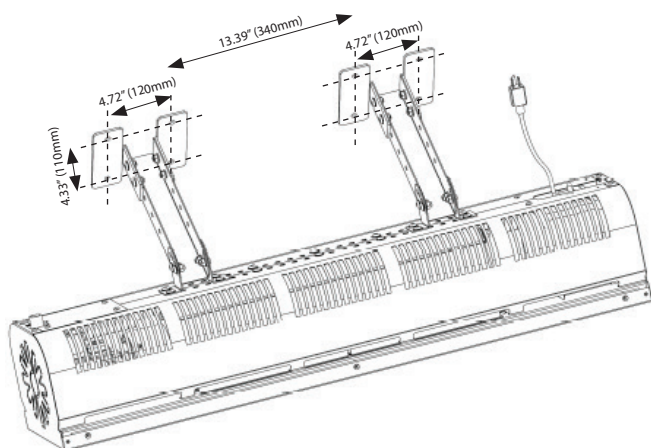
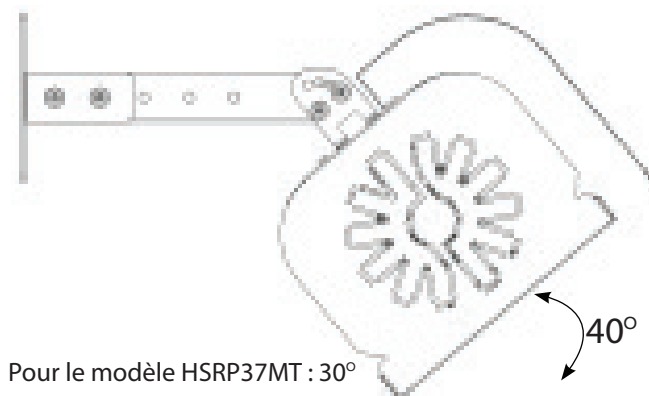

FIGURE 8
FIGURE 9
2. Placez le chauffe-terrasse comme dans la Figure 8 et la Figure 9. Faites glisser la pince de fixation du chauffe-terrasse par-dessus le support et installez le boulon dans la pince et le support.